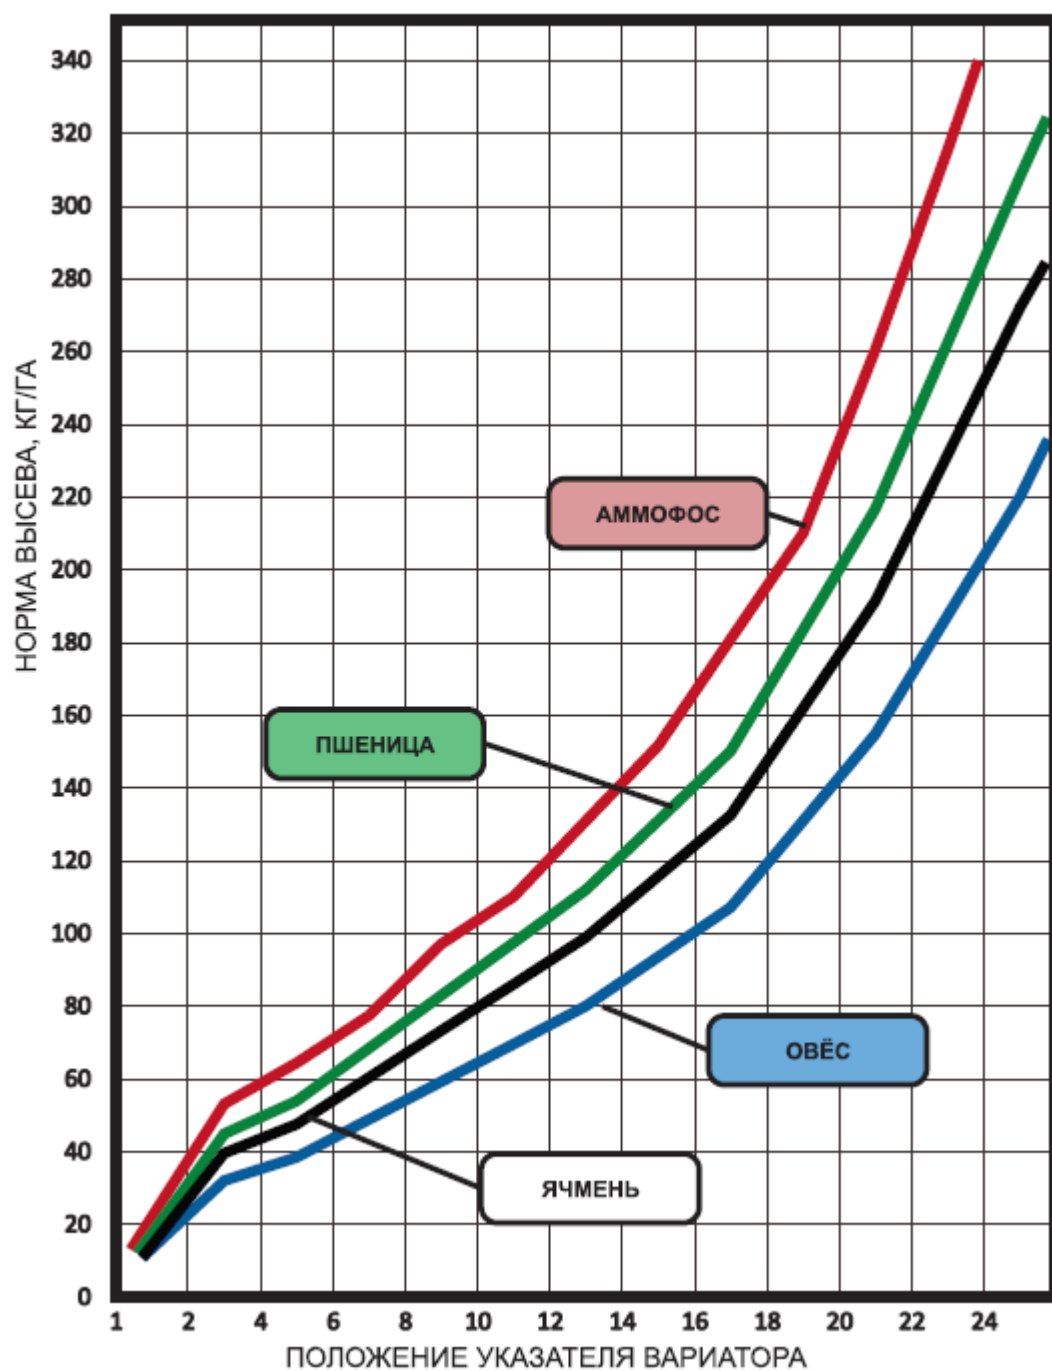

Рисунок 59 – Диаграмма ориентировочной нормы высева:
1. Выбрать в соответствии с диаграммой ориентировочной нормы высева **рис. 59, 60** начальное положение по шкале вариатора, в соответствии с требуемой нормой высева.